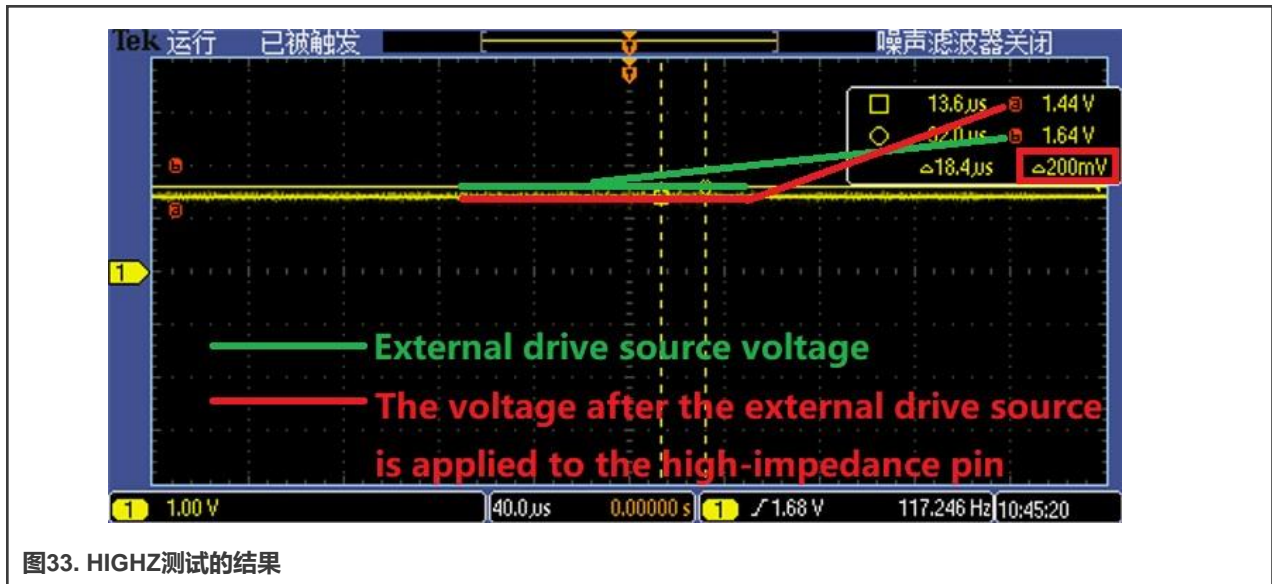

图33. HIGHZ测试的结果
**HIGHZ**测试开始后，所有引脚均处于高阻状态。然后选择一个引脚并施加一个中间电平。以1.64 V为例，使用万用表测量引脚电平。P0\_7引脚的**HIGHZ**测试结果如图33所示。
如图33所示，当外部驱动源施加到P0\_7引脚时，仅会导致200 mV的压降。P0\_7确实处于高阻状态。使用上述方法遍历BSDL文件中定义的所有IO引脚。如果所有的IO引脚都通过了测试，则BSDL的**HIGHZ**测试通过。